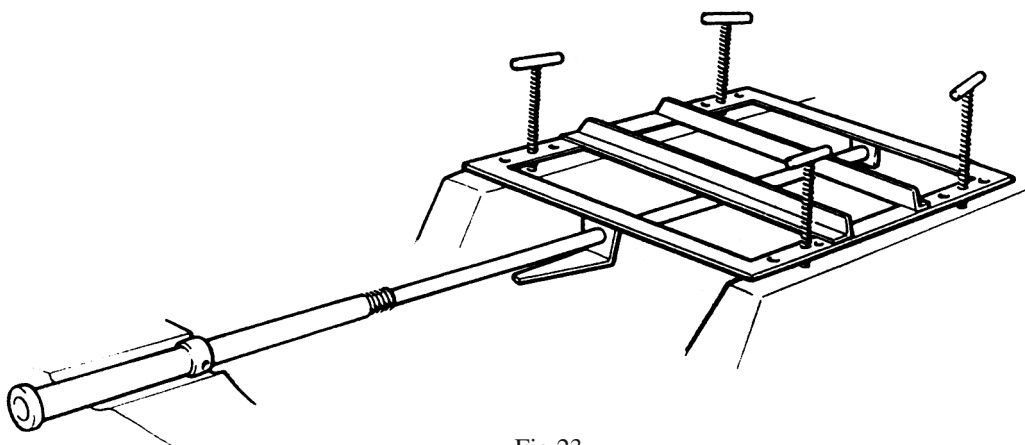

Fig 23.
3. Som hjälpmedel vid bestämning av stävlagrets placering kan en uppriktningssjigg användas, exempel på sådan visas i fig 23. Som alternativ kan motorn användas. Om motorn används måste denna justeras upp i rätt läge. OBS. Kontrollera att motorn ej flyttar sig på bädden.